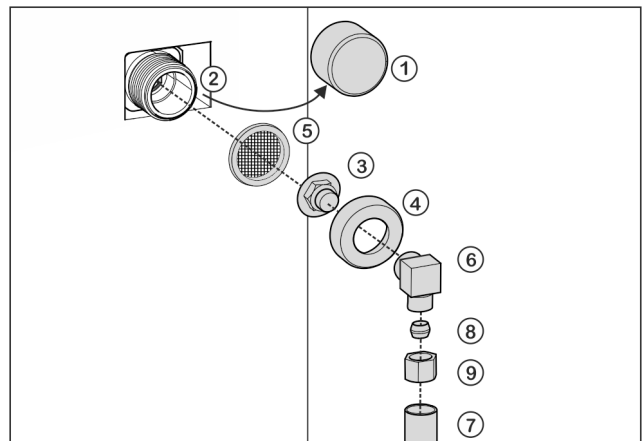

Fig. 11 Représentation à titre d'exemple
- ▶ Retirer le capuchon Fig. 11 (1) de l'électrovanne Fig. 11 (2).
- ▶ Insérer l'élément de raccordement Fig. 11 (3) dans l'écrou-raccord Fig. 11 (4).
- ▶ Insérer le tamis Fig. 11 (5) avec le renforcement vers le bas en direction de l'élément de raccordement Fig. 11 (3).
- ▶ Visser l'écrou-raccord Fig. 11 (4) à la main sur le filetage de l'électrovanne Fig. 11 (2) jusqu'à atteindre une assise sûre et solide.
- ▶ Visser la pièce coudée Fig. 11 (6).
- ▶ Raccorder la conduite d'eau Fig. 11 (7) (p. ex. conduite en cuivre OD 1/4") à l'aide de la bague de serrage Fig. 11 (8) et de l'écrou Fig. 11 (9) à la pièce coudée Fig. 11 (6).
- ▶ Si nécessaire : Fixer la conduite d'eau Fig. 11 (7) au boîtier avec les étriers d'arrêt.
- ▶ Poser la pièce coudée Fig. 11 (6) de côté.
- ▶ Raccorder la conduite d'eau Fig. 11 (7) (p. ex. conduite en cuivre OD 1/4") avec la bague de serrage Fig. 11 (8) et l'écrou Fig. 11 (9) à l'élément de raccordement Fig. 11 (3).